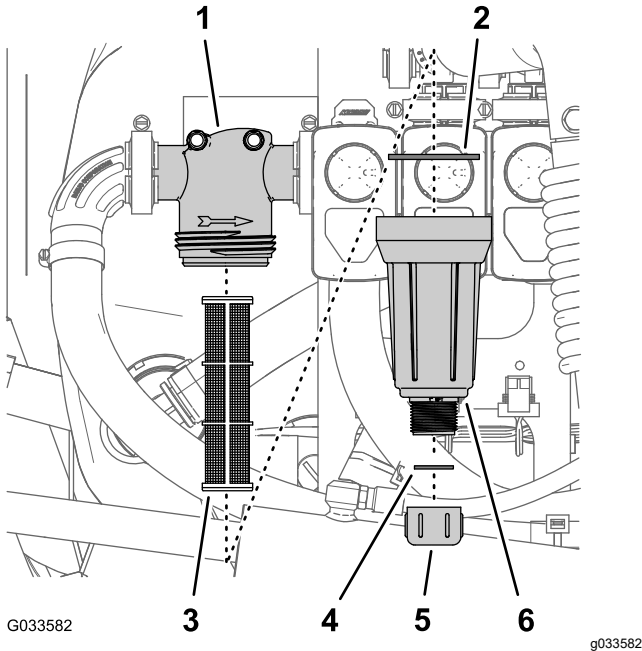

Bild 96
2. Stellen Sie eine Auffangwanne unter den Druckfilter (Bild 96).
3. Drehen Sie die Ablassschraube nach links und nehmen sie von der Glocke des Druckfilters ab (Bild 96).
4. Drehen Sie die Glocke nach links und nehmen den Filterkopf ab (Bild 96).
5. Entfernen Sie den Druckfiltereinsatz (Bild 96).
7. Prüfen Sie die Dichtung für die Ablassschraube (in der Glocke) und die Dichtung für die Glocke (im Filterkopf) auf Beschädigungen und Abnutzung (Bild 96).
8. Setzen Sie den Druckfiltereinsatz in den Filterkopf ein (Bild 96).
9. Befestigen Sie die Glocke am Filterkopf und ziehen sie mit der Hand an (Bild 96).
10. Befestigen Sie die Ablassschraube am Anschlussstück unten an der Glocke und ziehen sie mit der Hand an (Bild 96).